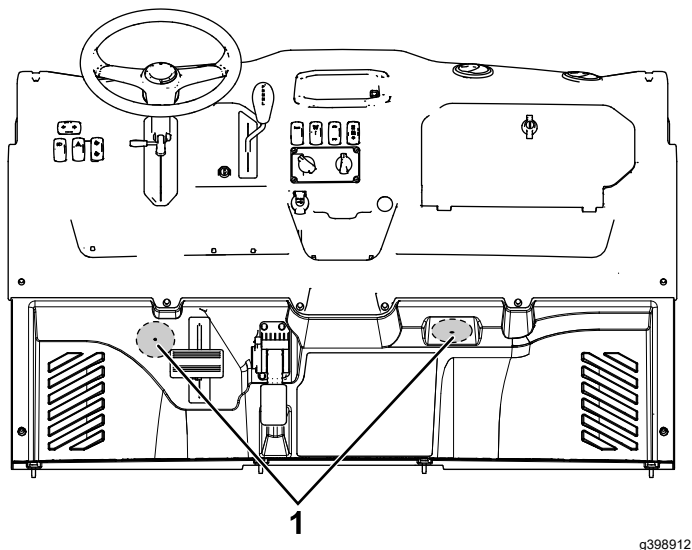

Figure 12
2. Localisez les 2 repères de perçage sur le plancher (Figure 12) et percez 2 trous (76 mm) directement à l'emplacement des repères.